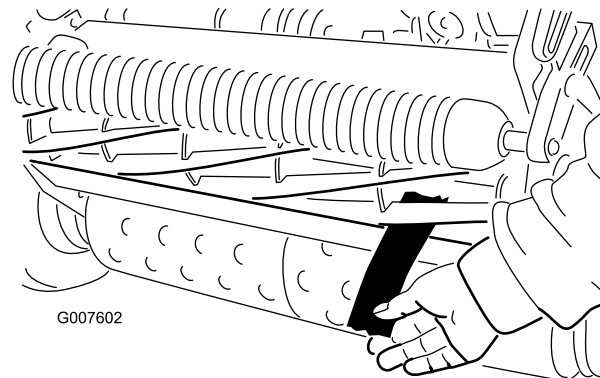

Figura 46
4. Inserite una lunga striscia di carta di giornale tra il cilindro e la controlama (Figura 46) da un'estremità della parte anteriore del cilindro. Girate lentamente
6. Al termine della messa a punto, controllate se il cilindro è in grado di pizzicare la carta inserita dalla parte anteriore, e se la taglia quando viene inserita ad angolo retto rispetto alla controlama (Figura 46). Dovreste riuscire a tagliare la carta con un contatto minimo tra la controlama e le lame del cilindro. In caso di resistenza del cilindro eccessiva (superiore a 0,79 Nm) dovreste lappare o affilare l'apparato di taglio, al fine di disporre dei bordi affilati necessari per un taglio di precisione; vedere il manuale *Toro per l'affilatura del cilindro*.